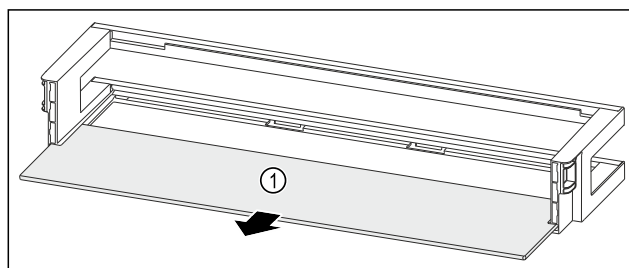

Fig. 201 Rafti i derës me raft mbajtës
- Hiqni raftin mbajtës Fig. 201 (1).